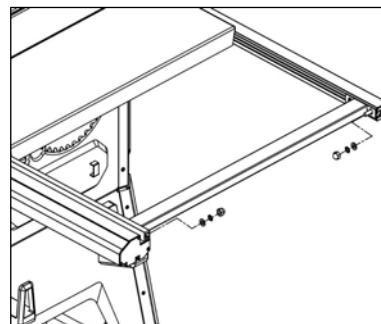

Рисунок 21.
- Прикрепите планку (рис. 21) к дальнему правому краю направляющих, перемещая болты M8×16 в Т-образных пазах. Закрепите болты в этом положении при помощи плоских шайб, пружинных шайб и гаек.